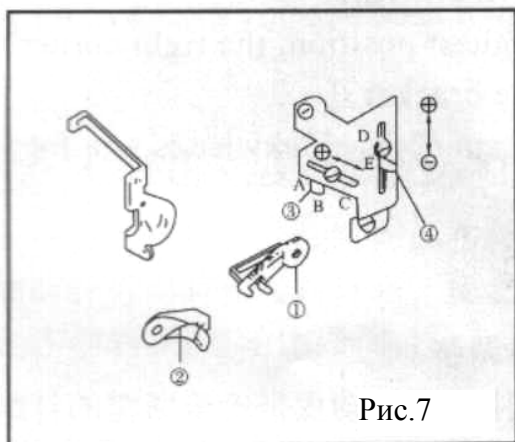

Рис.7
(3) Контроль натяжения нити петлителя, рисунок 7.
- Для шитья типа 512, когда верхний петлитель установлен в крайнее левой положение, переведите натяжные приспособления (1) и (2) в такое же положение, обозначенное пунктирной линией.
- В случае шитья типа 503 и 505, когда верхний петлитель перемещен в самое нижнее положение, установите натяжные приспособления (1) и (2) в положение, обозначенное сплошной линией.
- Отрегулируйте нитенаправитель (3) следующим образом:
- Отрегулируйте нитенаправитель (4) следующим образом:
(4) Контроль нитяного кулачка цепного петлителя